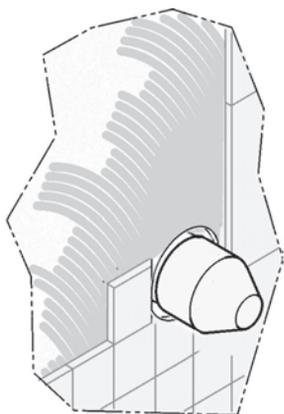

Fig. 5
- Выполнить облицовку поверхности. (Рис.5)